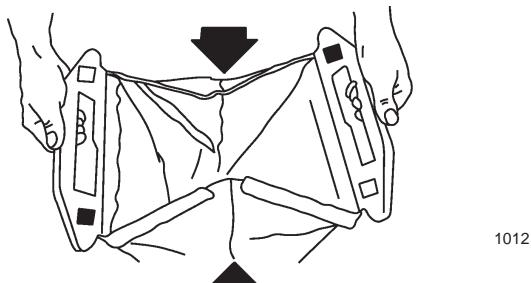

Figure 9
16. Fermer l'arrière du sac en repliant les côtés vers l'intérieur et enclipsier les deux moitiés de la poignée du sac arrière l'une dans l'autre (Fig. 9).